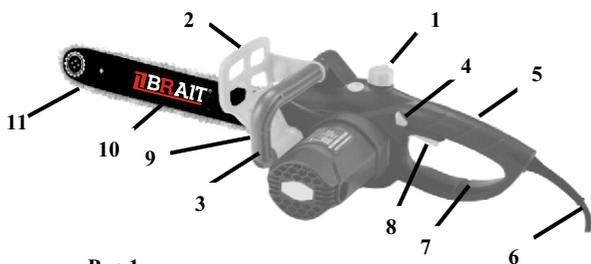

Рис.1.
- **Защитный щиток (2)** (Рис.1) защищает руку оператора при проведении распиловочных работ.
- **Кнопка блокировки пуска (4)** (Рис.1) предотвращает случайное включение двигателя. Она расположена на боковой поверхности задней рукоятки.
- **Клавиша пуска (8)** (Рис.1) не может быть нажата, если не нажата кнопка блокировки пуска (4) (Рис.1).
- **Задняя ручка (5)** (См. Рис.1). Задняя ручка имеет снизу расширенный защитный экран, который защищает руки от травм в случае разрыва цепи, а также от царапин ветками и сучьями во время работы.
- **Пильная цепь, снижающая риск отскока (11)** (См. Рис.1). Пила снабжена высококачественной цепью, снижающей риск отскока и его интенсивность, благодаря специально разработанным контурным звеньям.
- Открутите крышку наливной горловины бака (1)(См. Рис.1).
- Залейте необходимый объём масла в бак, контролируя его уровень по мерному окну (9) См. Рис.1).
- Обхватите переднюю дуговую ручку пилы (3)(См. Рис.1) левой рукой. Правой рукой возьмитесь за заднюю ручку (5)(См. Рис.1).